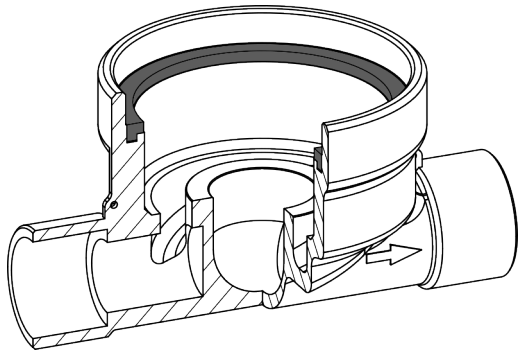

Abbildung 24. Montage Profildichtung MOC/MOE
1. Beigelegte Dichtung mit der Planseite nach oben in das EAT einlegen (Abb. 24).